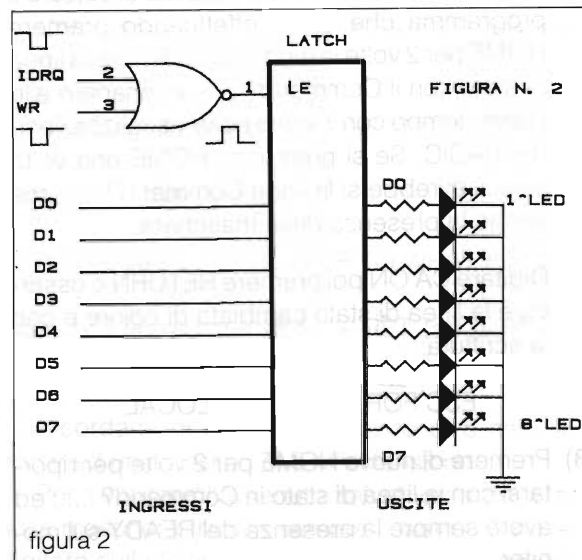

figura 2
Immaginiamo di avere un dispositivo d'uscita a 8 LED e di volere accendere il 1° e l'ultimo. Poiché ci troviamo in presenza di una uscita useremo l'istruzione di OUT, inoltre occorre osservare che con tale istruzione vengono abilitati i segnali di IORQ (Input Output ReQuest, ossia richiesta di I/O) e di WRITE (WR). Il nostro dispositivo d'uscita non dovrà perciò essere collegato a caso, ma dovrà possedere una circuiteria tale da essere abilitato solo nel caso in cui sia lo IORQ che il WR siano a livello zero. Nella figura 2 è visibile un esempio.